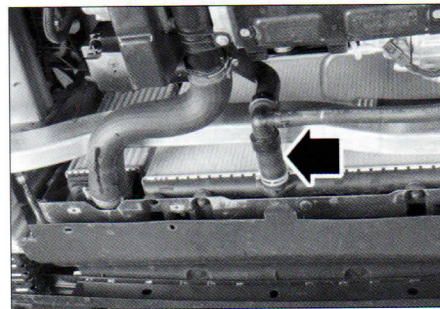

FIG. 23
- Desconectar el manguito inferior del radiador (fig. 23).